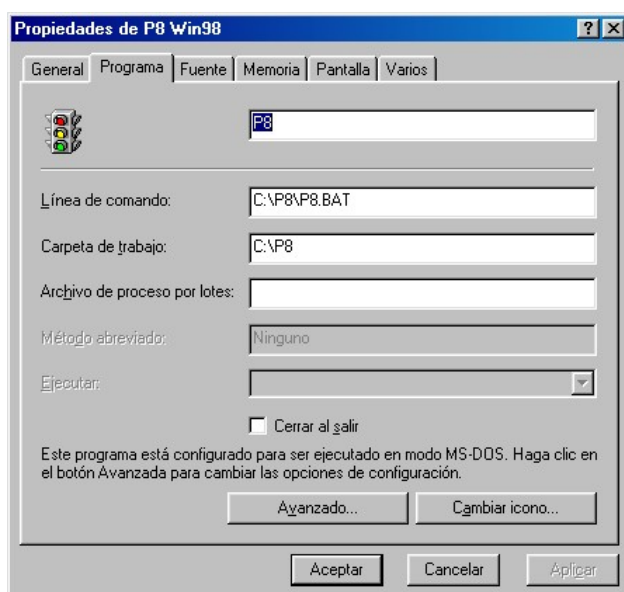

Figura 8.1. Propiedades del acceso directo P8.
- Creado el acceso directo se debe ir a Propiedades del Acceso, Programa (Figura 8.1).